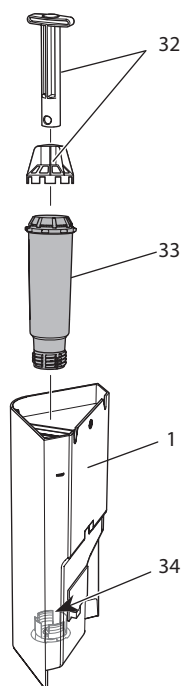

Fig. 18: Enroscar/denroscar el filtro de agua
7. Coloque un filtro nuevo dentro del depósito de agua (véase Fig. 18).
2. Retire el filtro de agua (véase *Fig. 18*).